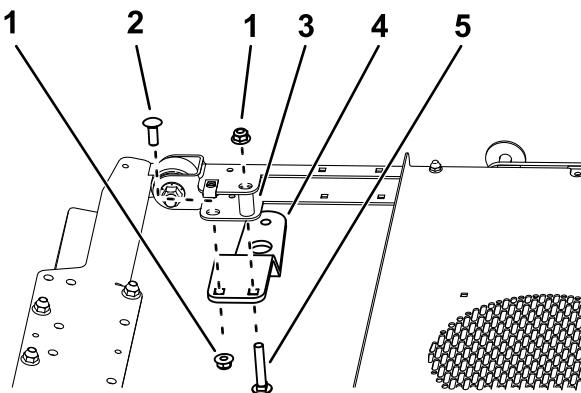
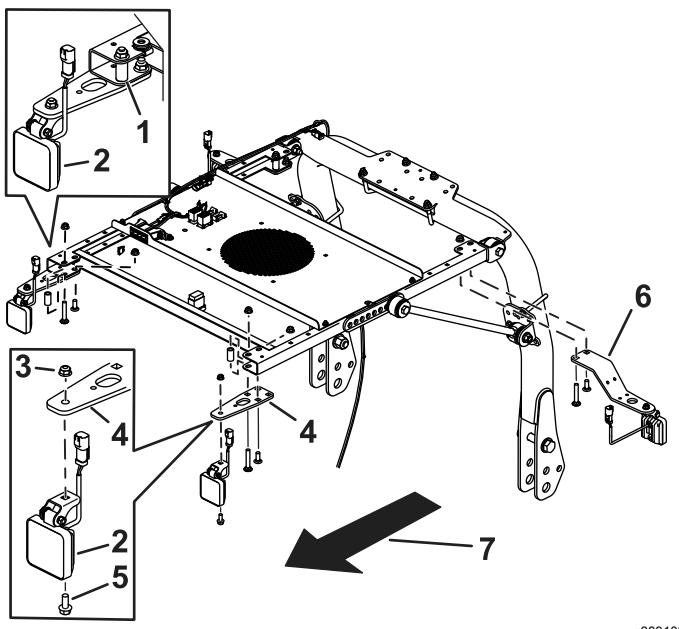

Bild 3
Bild 5
1. Befestigen Sie jede Halterung mit einer langen Schlossschraube, einer kurzen Schlossschraube, einem Distanzstück und zwei Bundmuttern am Sonnendachrahmen (**Bild 3** und **Bild 5**).
2. Befestigen Sie einen Scheinwerfer mit einer Schlossschraube und einer Mutter an jeder Halterung (**Bild 5**).